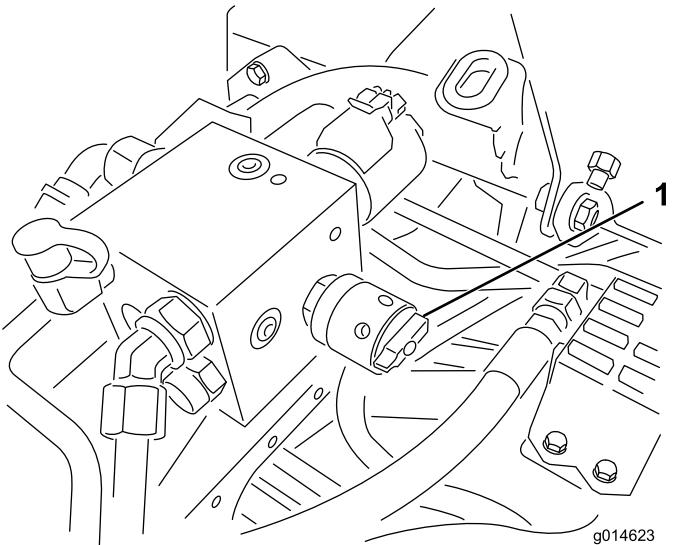

Figure 39
4. Pour régler la vitesse des cylindres, tournez le bouton (Figure 39) jusqu'à ce que la flèche soit en face du numéro correspondant au réglage voulu.